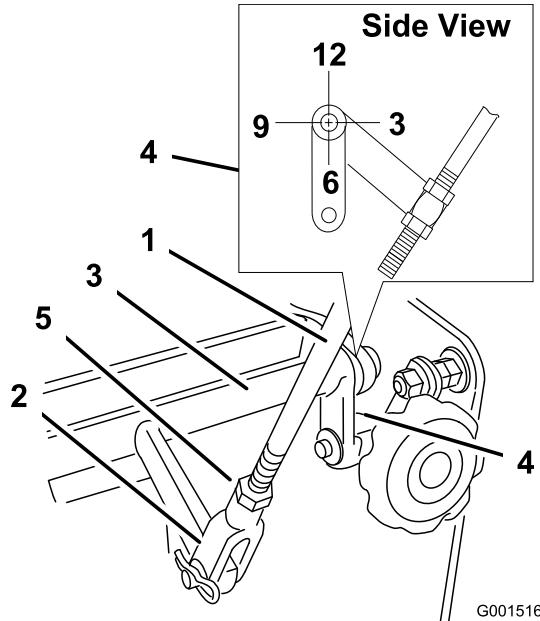

Figura 35
4. Compruebe la orientación de las barras laterales situadas en los extremos del la barra de control de velocidad. Estas barras deben estar orientadas hacia abajo en la posición de las 6 aproximadamente (Figura 35).
5. Ajuste la horquilla enroscada del extremo del acoplamiento de control de velocidad hasta que las barras estén en la posición de las 6 (Figura 35).